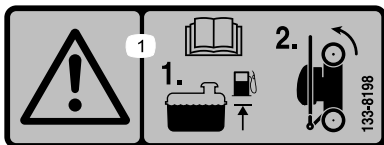

Figure 22
1. Vérifiez que le niveau de carburant dans le réservoir ne dépasse pas la limite recommandée par le constructeur du moteur; voir l'autocollant du constructeur apposé sur le moteur (Figure 22).